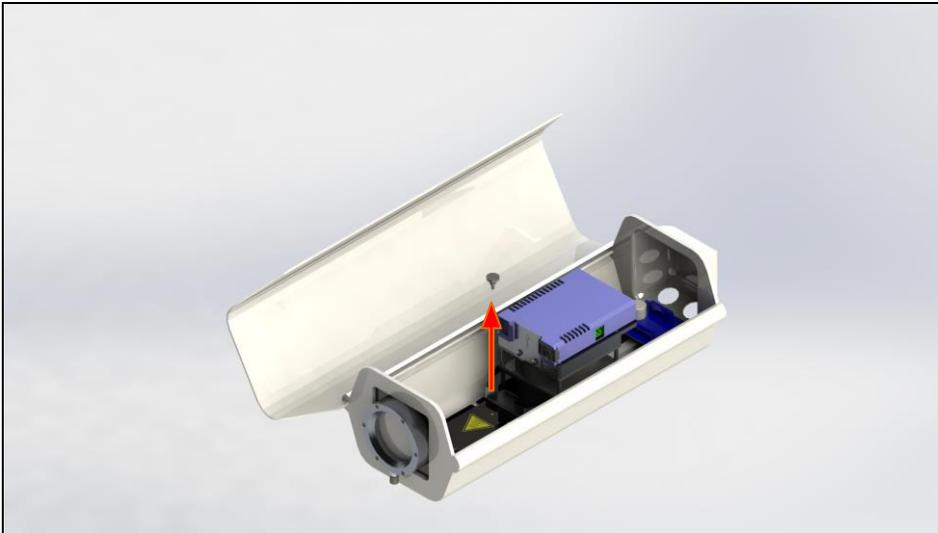

Abbildung 7: Lösen der Rändelschraube vom Befestigungsblech
Schritt 1: Lösen Sie die Rändelschraube vom Befestigungsblech (**Abbildung 7**).